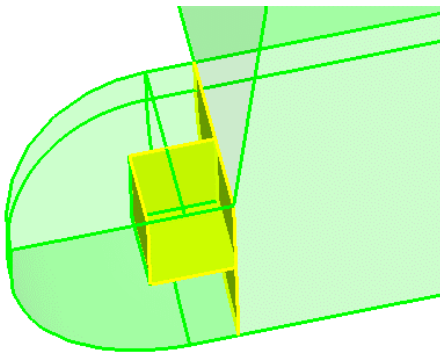

图 5-11 合并实体结果
- (3) 单击 merge 按钮合并这 3 个实体。合并后的结果如图 5-11 所示。